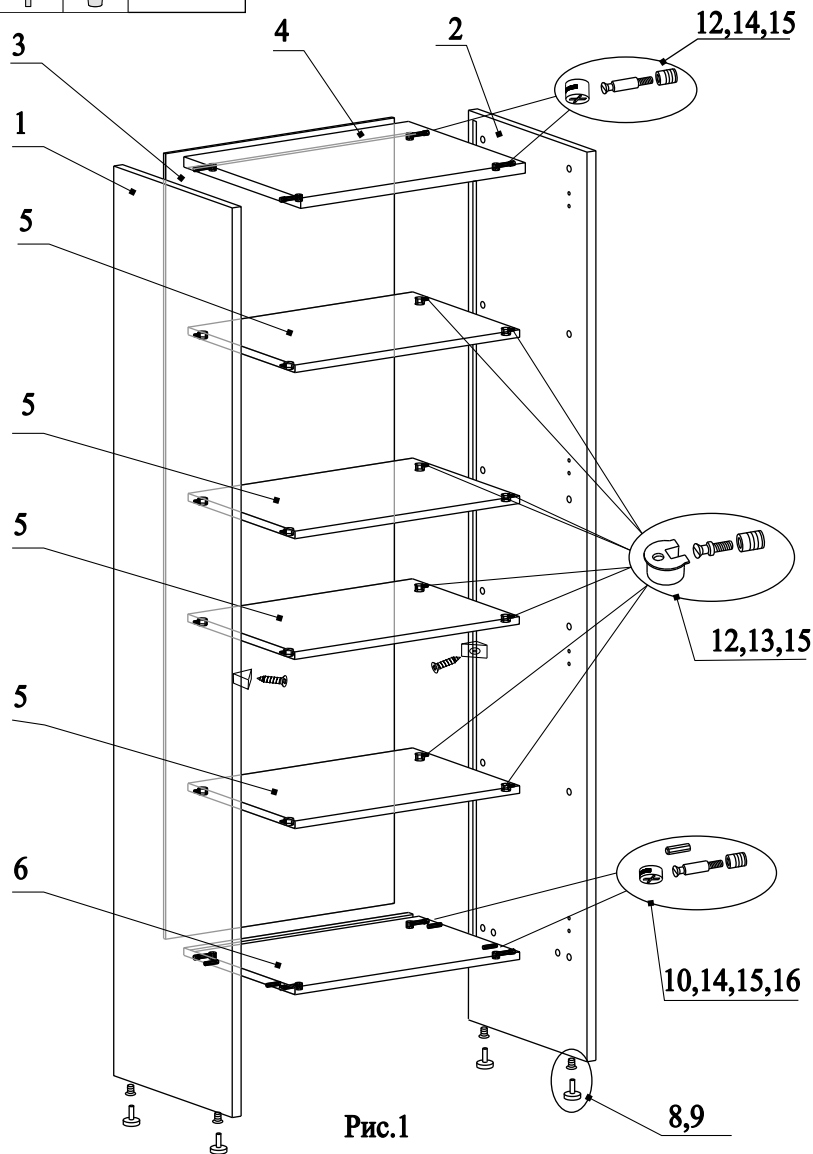

Рис.1
1. В нижние торцы боков забить футорки 9 и вкрутить опоры 8 (рис.1);
2. Забить пластиковые муфты 15 в бока стеллажа (рис.1);
3. Вкрутить дюбели 13 и 14 в муфты согласно рис. 1;
4. В отверстия на детали 4 вставить эксцентрики 11 (рис.1);
5. В отверстия на детали 6 вставить эксцентрики 10 и шканты 16 (рис.1);
7. Соединить бок 1 с верхом 4 и низом 6, затянуть эксцентрики по часовой стрелке до упора (рис.1);
8. Вставить в пазы заднюю стенку 3, присоединить бок 2, затянуть эксцентрики по часовой стрелке до упора (рис.1);
10. Установить горизонтالي в каркас стеллажа согласно рис.1;